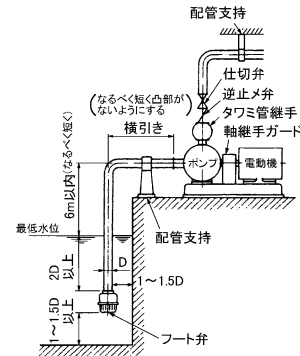

図1
- (1) このポンプは屋内設置用です。屋外で使用される場合は風雨などを避ける屋根などを設けることをお奨めします。
- (2) ポンプの保守点検に便利な場所をお選びください。
- (3) 関係者以外の人がポンプに近づけぬよう囲いを設けるなどの対策を施してください。
- (4) ポンプはできるだけ水源に近く、吸込高さ（吸込液面からポンプ中心までの高さ）が低く、かつ、吸込配管の長さが短くなる所に据付けてください。図1を参照してください。